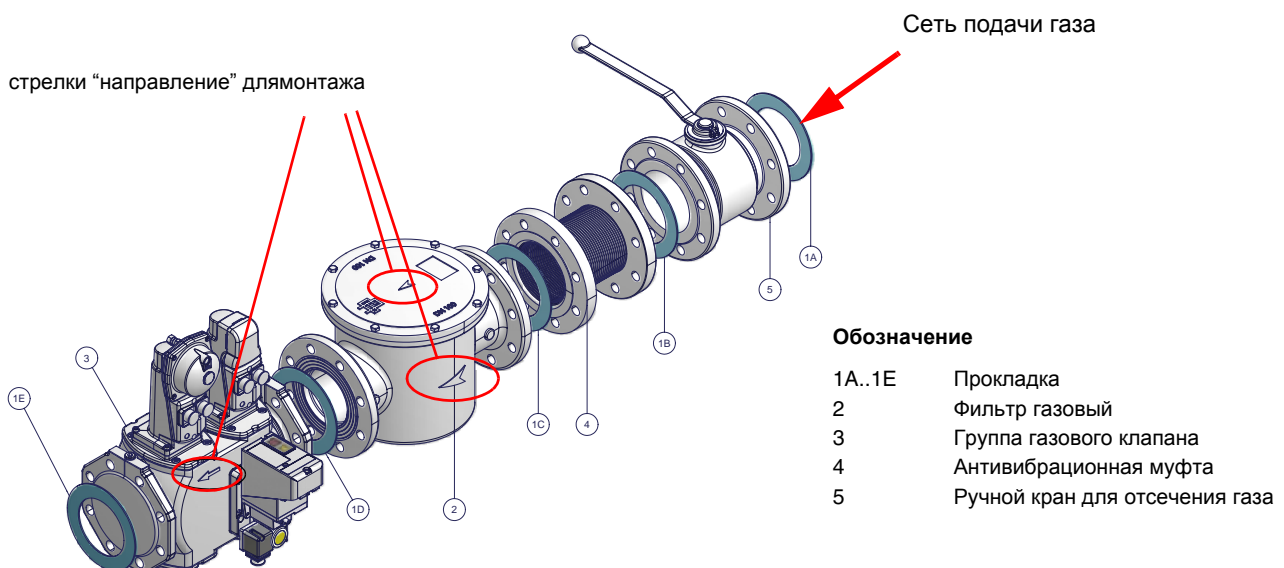

Рис. 6 - Пример газовой рампы
1) при фланцевых соединениях: между соседними компонентами устанавливать прокладку (1A..1E - Рис. 6), совместимую с используемым газом,
<p>ВНИМАНИЕ: после монтажа газовой рампы согласно схеме на Рис. 6, необходимо провести тестирование на герметичность газового контура, согласно требований действующих нормативов.</p>
ВНИМАНИЕ: после монтажа газовой рампы согласно схеме на Рис. 6, необходимо провести тестирование на герметичность газового контура, согласно требований действующих нормативов.